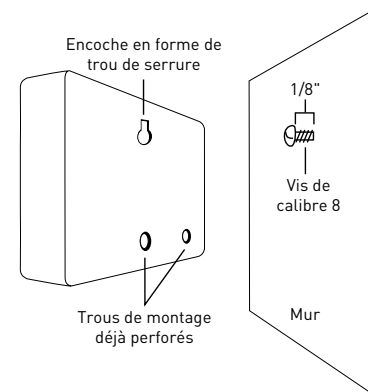

Figure 2 : Accrochez le contrôleur au mur en insérant la vis dans l'encoche en forme de trou de serrure.
- Glissez HRC 100 C sur la vis qui dépasse (dans l'encoche en forme de trou de serrure au dos le contrôleur). Consultez la figure 2.
- Vissez une vis de calibre 8 dans un des deux trous déjà perforés situés dans la partie inférieure du dos du boîtier. Consultez la figure 2.